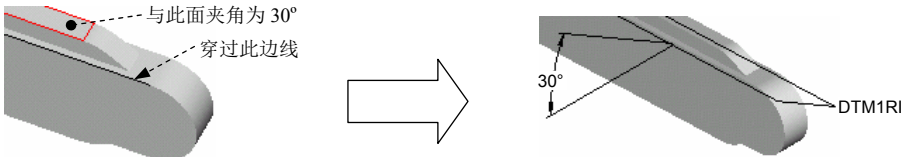
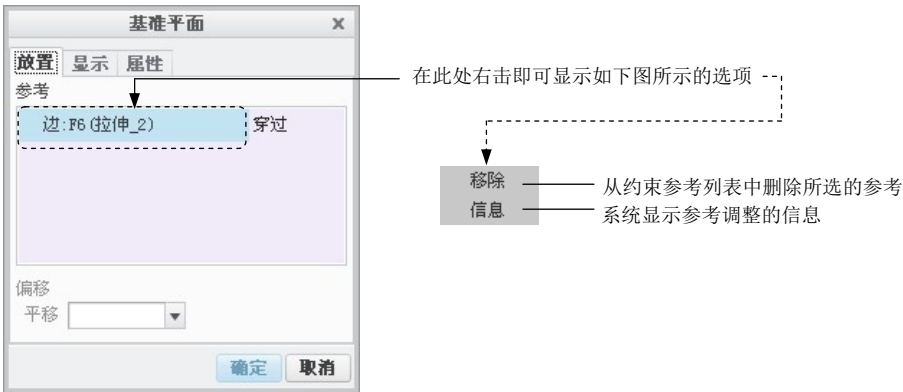

图 5.19.1 基准面的创建
图 5.19.2 “基准平面”对话框
如图 5.19.1 所示，现在要创建一个基准平面 DTM1，使其穿过图中模型的一个边线，并与模型上的一个表面成 30° 的夹角。
Step2. 单击 **模型** 功能选项卡 **基准** 区域中的“平面”按钮 ，系统弹出图 5.19.2 所示的“基准平面”对话框。
(1) 穿过约束。选择图 5.19.1 所示的边线，此时对话框的显示如图 5.19.2 所示。
(2) 角度约束。按住 Ctrl 键，选择图 5.19.1 所示的参考平面。